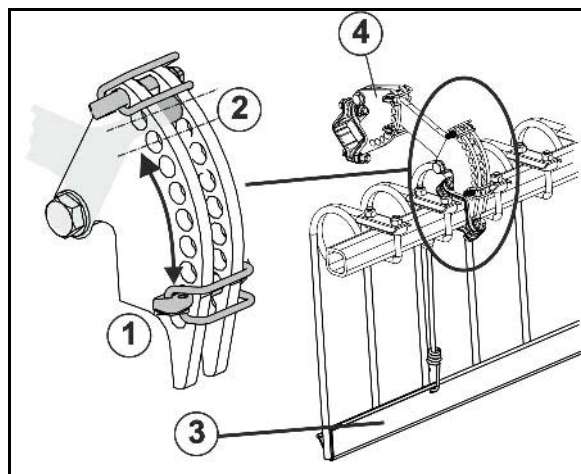

Bild 36
- Maskinen har en inställningsmöjlighet av tallriksförskjutningen per arm (Fig. 36)